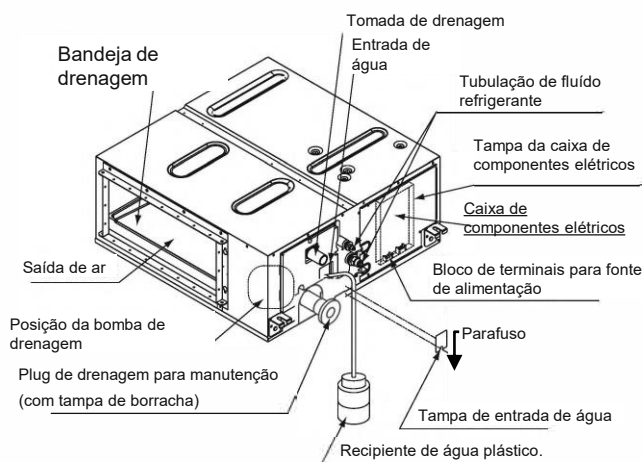

Fig. 15.
- Despeje gradualmente 1 litro de água pelo orifício de inspeção na parte inferior da tomada de drenagem no lado esquerdo da bandeja de drenagem, tendo cuidado para evitar respingos de água nos componentes elétricos, como a bomba de drenagem, e confirme o escoamento operando a unidade interna no modo de resfriamento de acordo com a seção **10. CONFIGURAÇÃO DE CAMPO (Consulte a Fig.15)**
- Despeje gradualmente 1 litro de água pela saída de ar no lado esquerdo da tomada de drenagem na bandeja de drenagem, tendo cuidado para evitar respingos de água nos componentes elétricos, como a bomba de drenagem. **(Consulte a Fig.15)**
- Após a conclusão da verificação de escoamento, consulte a seguinte ilustração e utilize material de isolamento fornecido (5) e isole termicamente a braçadeira de metal (1) e a mangueira de drenagem (2).